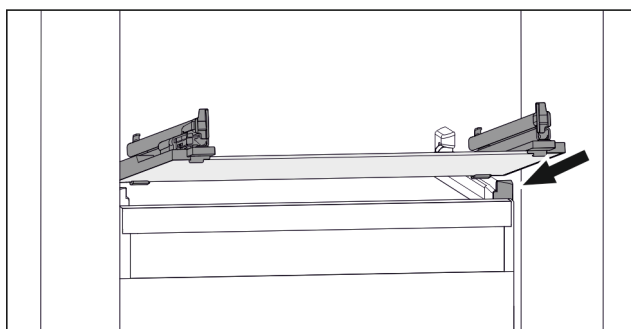

Fig. 154 Примерное отображение стеклянной пластины
- ▶ Наклоняя вниз, установите стеклянную пластину за опоры. (см. Fig. 154)